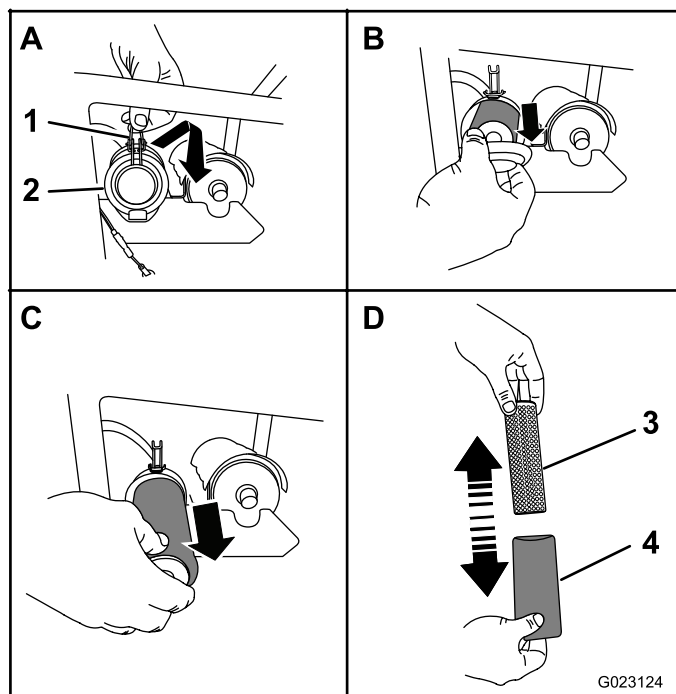

Figure 16
1. Déverrouillez le couvercle du filtre à air (Figure 16).
2. Déposez le filtre à air du boîtier comme montré à la Figure 16.